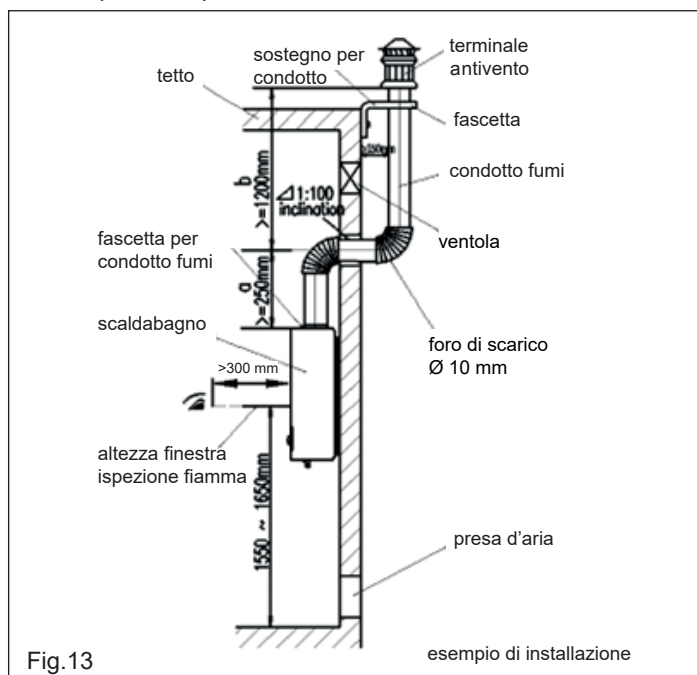
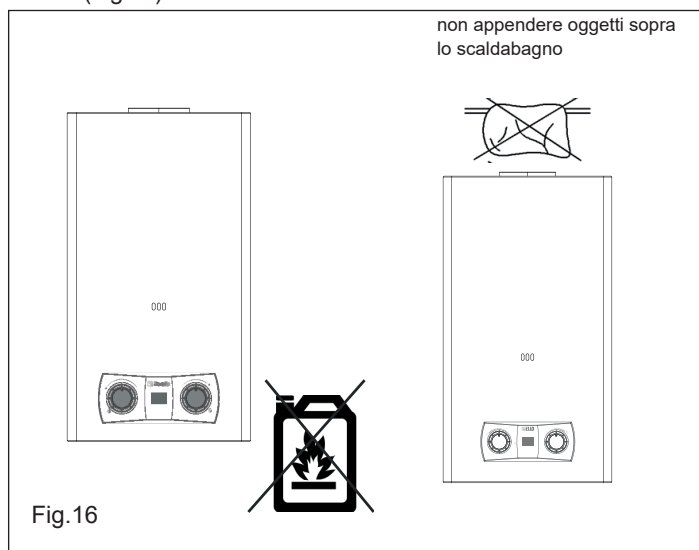

Fig.13
Fig. 16
Essendo questo apparecchio del tipo B11Bs è previsto il collegamento a canna fumaria (Fig.13). I requisiti dettagliati sono i seguenti:
- All'uscita della canna fumaria può essere fissato terminale antivento (non fornito), che non dovrà essere ostruito. Per prevenire l'ostruzione del condotto, è obbligatorio installare rigorosamente il condotto di scarico secondo la Fig.13. È molto importante mantenere la dimensione $1450\text{mm} \leq a + b \leq 1850\text{mm}$. La tenuta del collegamento del condotto della canna fumaria deve essere buona. Dopo l'installazione del condotto, verificare che l'apparecchio possa funzionare normalmente. Se il condotto della canna fumaria deve attraversare materiali combustibili o una parete, è necessario utilizzare il materiale dello scudo termico per riempire il condotto della canna fumaria con uno spessore superiore a 20 mm.
- Non collocare materiali, soprattutto infiammabili, sotto, vicino, sopra il prodotto (Fig. 16) e non bloccare l'ingresso dell'aria (Fig. 13).
- Per lo scarico dei prodotti della combustione è necessario installare una canna fumaria come mostrato in Fig. 13, mantenendo pulita l'aria all'interno dell'ambiente.